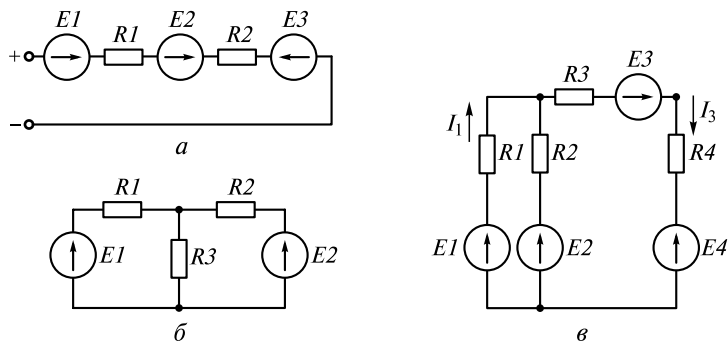

Рис. 1.13. К задачам:
1.78. Определить величину и направление тока в электрической цепи, схема замещения которой приведена на рис. 1.13, а, если
1.79. В электрической цепи, схема замещения которой представлена на рис. 1.13, б, узловое напряжение равно 10 В. Определить токи во всех ветвях цепи и сопротивление R_2 , если остальные параметры следующие: $E_1 = 12$ В; $E_2 = 13$ В; $R_1 = 1$ Ом; $R_3 = 2$ Ом. Указать на схеме направление узлового напряжения.
1.80. Определить значение тока I_1 в ветви с ЭДС E_1 и сопротивлением R_1 электрической цепи, схема замещения которой соответствует рис. 1.13, в. Известны следующие параметры цепи: $E_1 = 15$ В; $E_2 = 5$ В; $E_3 = 12$ В; $E_4 = 9$ В; $R_1 = R_2 = R_3 = R_4 = 2$ Ом.
■ **1.82.** Выделить в схемах замещения на рис. 1.13, а, б все варианты двух- и четырехполюсников. Сколько независимых контуров можно выделить в схеме на рис. 1.13, в?